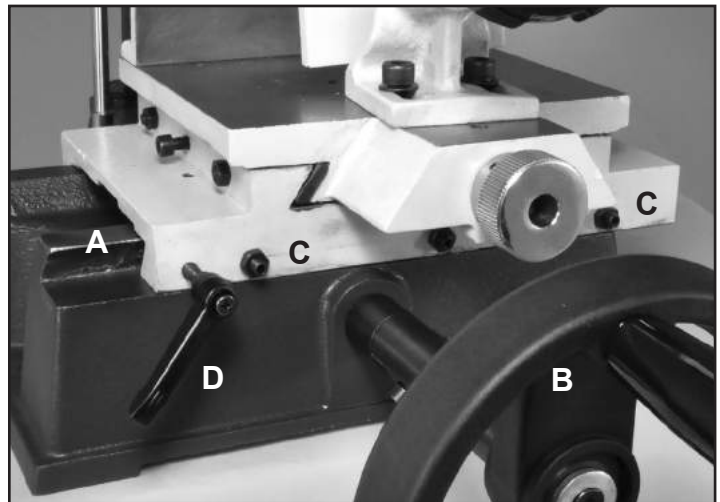

FIG. 13
La placa deslizante de apoyo inferior (#52) ajusta la mesa superior hacia la izquierda y la derecha en un conjunto de guías en cola de milano separado. FIG. 13, A. El volante frontal (#33) (B) controla el movimiento lateral de la mesa.
1. Para ajustar o aflojar el movimiento de la placa deslizante, se puede ajustar la presión en las guías en cola de milano con los 3 tornillos y tuercas (# 47, #48) que están ubicados en el frente de la placa deslizante. FIG. 13, C. Estas herramientas ejercen presión en la placa de desplazamiento (#24) que se apoya en las guías en cola de milano de la placa.
2. Para asegurar la placa de deslizamiento en un punto para que no se mueva, se puede ajustar el tornillo de la manija (#49) (D). Esto es recomendable cuando se deben realizar varias perforaciones en un mismo lugar en varias piezas de trabajo.